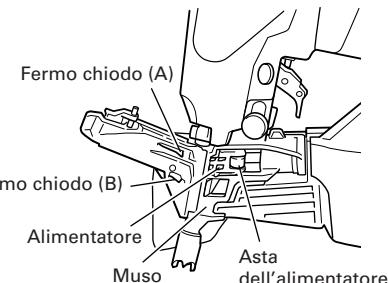

Fig. 18
- (2) Aprire la guida dei chiodi e rimuovere polvere, ecc come mostrato nella Fig. 18. Applicare lubrificante alla fessura di scorrimento dell'alimentatore e all'asta dell'alimentatore. Controllare che il fermo chiodi (A) e il fermo chiodi (B) scorrono bene spingendoli con un dito.